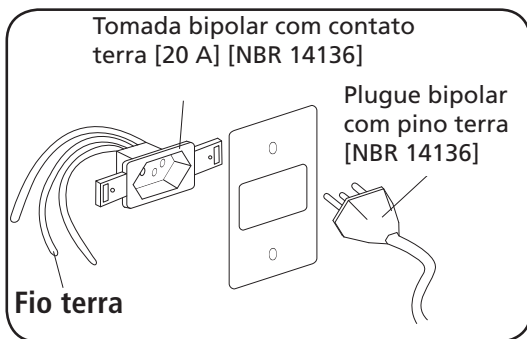

Fig. 38
- Ligar o produto em uma tomada bipolar com contato terra, de 20A, 3 pinos redondos [diâmetro dos pinos 4,8mm] devidamente aterrada [NBR 14136] [Fig. 38], exclusiva, de fácil acesso, em excelente estado, dimensionada de acordo com o circuito de proteção. Em caso de dúvida, consultar um eletricitista de sua confiança.